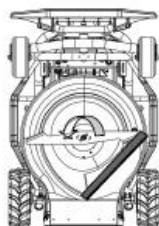

Figure 01
3. Utilisez un bloc de bois ou tout dispositif de positionnement approprié pour maintenir la lame en place, comme illustré dans la Figure 01.